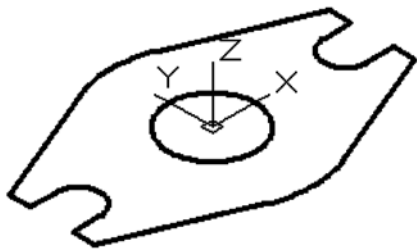

图 10-4 使用西南等轴测
5) 使用西南等轴测视角视图。从“三维导航”下拉列表框中选择“西南等轴测”选项，或者在“视图”菜单中选择“三维视图”→“西南等轴测”命令。此时，图形的显示效果如图 10-4 所示。